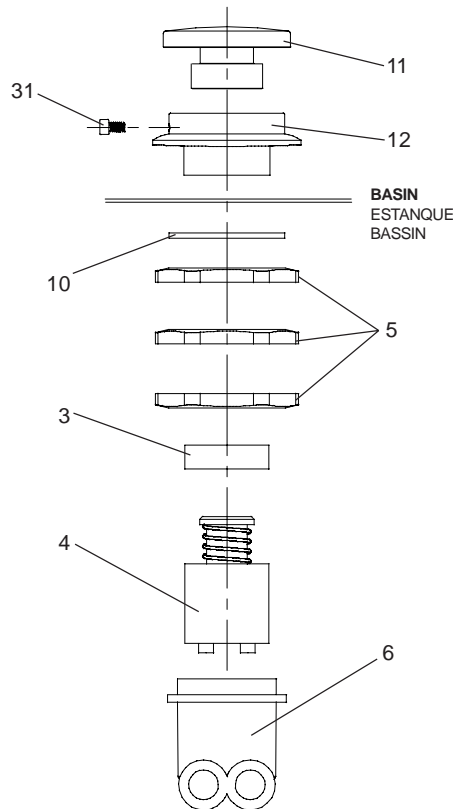

FIG. 3
Stream height is factory set at 35 PSI. If supply pressure varies greatly from this, adjust the screw on regulator item 4 by using a small screwdriver through the small hole in the push button item 11 (See Fig.3). Clockwise adjustment will raise stream and counter-clockwise adjustment will lower stream. For best adjustment, stream should hit basin approximately 6-1/2" (165mm) from bubbler.
La altura del chorro se determina en la fábrica a 35 PSI. Si la presión del suministro varía mucho de esto, ajusta el tornillo en el artículo de regulador 4 utilizando un destornillador pequeño por el hoyo pequeño en el artículo del pulsador 11 (Ve Fig.3). El ajuste en el sentido de las agujas del reloj elevará el chorro y contra el sentido de las agujas del reloj lo bajará. Para un mejor ajuste, el chorro deberá pegar en el estanque a una distancia de aproximadamente 6½" (165mm) del borboteador.
Le niveau d'écoulement est réglé en usine à 35 PSI. Si la pression de provision varie fort de ceci, ajuster la vis sur l'article régulateur 4 en utilisant un petit tournevis par le petit trou dans l'article de bouton de poussée 11 (Voit Fig.3). Si vous ajustez dans le sens des aiguilles d'une montre, le jet augmentera et dans le sens contraire, le jet diminuera. Le meilleur ajustement est lorsque le jet frappe le bassin à environ 6-1/2" (165mm) du barboteur.